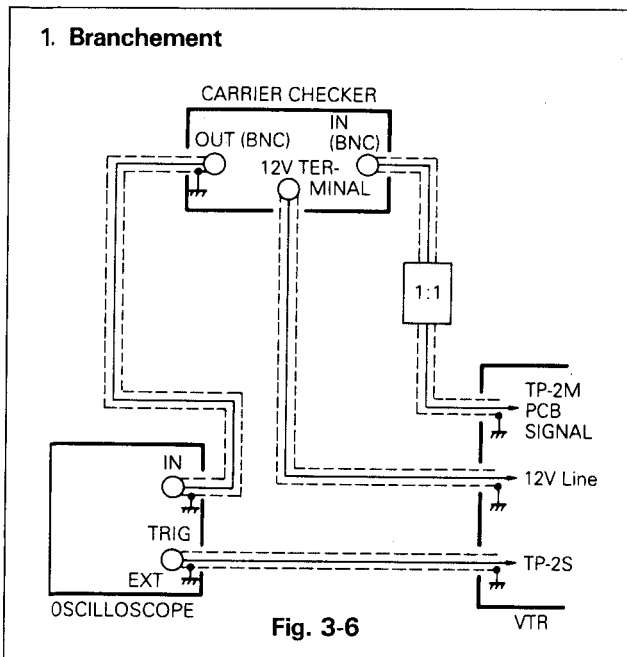

Fig. 3-6
- Brancher la synchro EXT de l'oscillo sur la broche TP2S. (Voir Fig. 3-6)